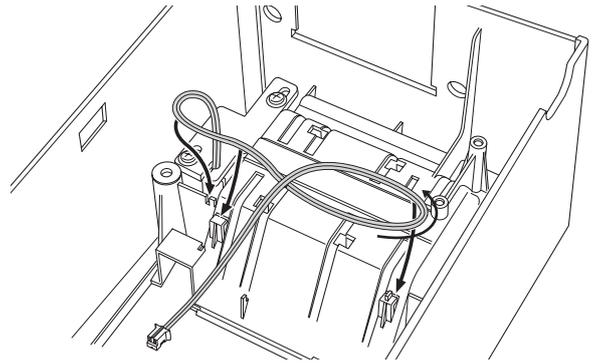
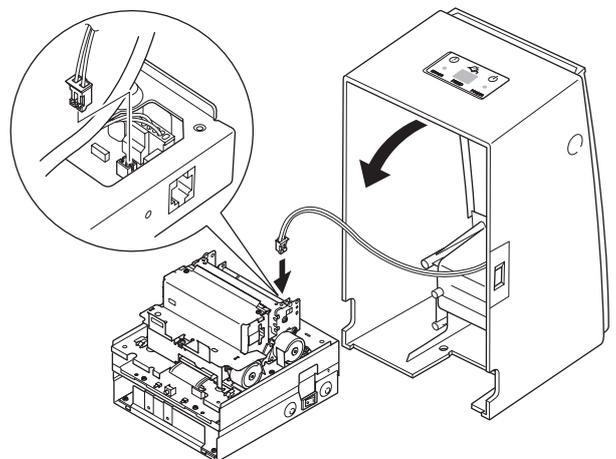

Fig.5 Bundling the Connector Cable
Fig.7 Connecting Connector Cable
Next, pass it through the first rib and pass it from the outside toward the inside in the second rib as shown in Fig. 5.
- ② Bend the cable at a position approximately 6 cm from the second rib position.
- ③ Connect the near end switch cable to the connector on the printer while the case is standing vertically, as shown in Fig. 7.
- ① 将连接导线放入前端的凹槽中，然后，绕过第一根肋钩，在第二根肋钩处从外向内穿过，如图 5 所示。
- ② 在离第二根肋钩约 6 厘米处将导线弯曲。
- ③ 如图 7 所示，竖起外壳，将纸将尽开关的导线头插到打印机的插座里。
次に 1 つ目のリブに通し、2 つ目のリブには図 5 のように外側から内側に向かって通してください。
- ② 2 つ目のリブ位置から 6 cm 位の部分を曲げて折り目をつけてください。
- ③ 図 7 のようにケースを立てた状態でニアエンドスイッチのケーブルコネクタをプリンタ本体のコネクタに接続してください。